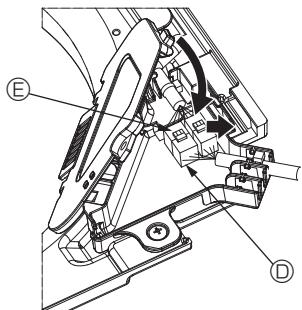

Fig. 5-10
- Etter at ledningene legges i koblingsboksen, lukker du dekselet til koblingsboksen. Pass på at ledningene ikke kommer i klem. (Fig. 5-10)